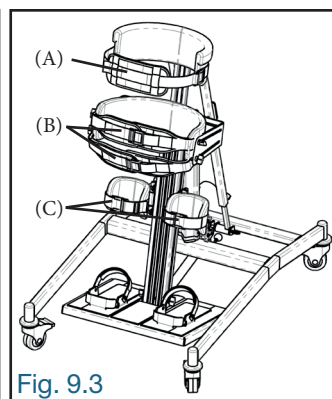

Fig. 9.3
9.3. Afin de maintenir sécuritairement l'utilisateur à l'intérieur, ajuster et boucler les sangles en respectant l'ordre suivant (Fig. 9.3):